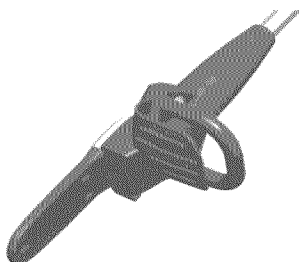

Figure 23 – Tête motrice et adaptateur de la tête motrice assemblés
4. Faites glisser la tête motrice dans son adaptateur jusqu'à ce que les unités s'emboîtent (voir figure 23). **IMPORTANT :** Les deux boutons-ressorts de l'adaptateur de la tête de motrice doivent être complètement embrayés.